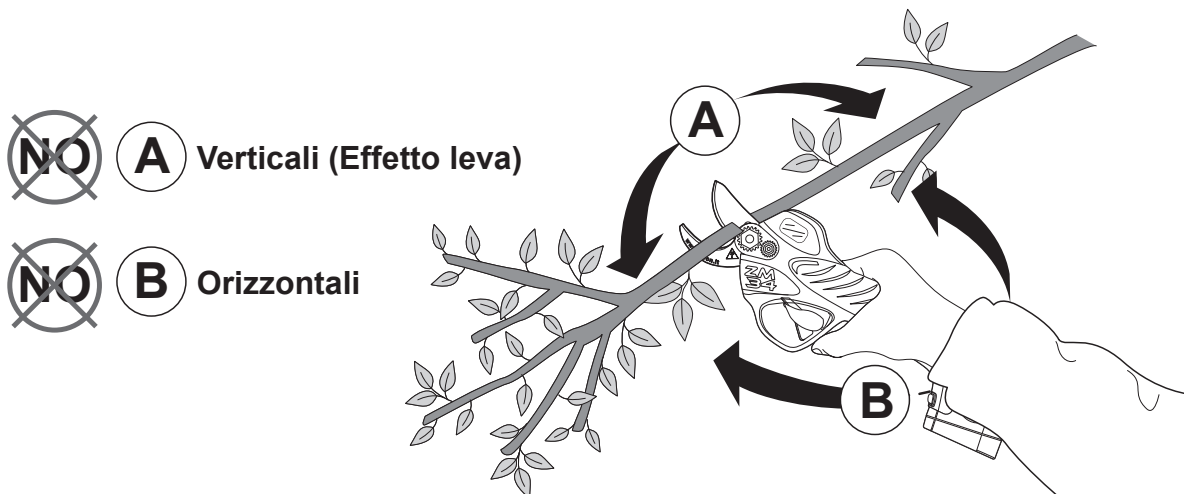

Fig. 5
Se la lama non fosse in grado di tagliare il ramo a causa del suo eccessivo diametro o della durezza del legno non si deve, per nessuna ragione, forzare verso l'alto e il basso (A) o lateralmente (B) durante il ciclo di taglio (**Fig. 5**).